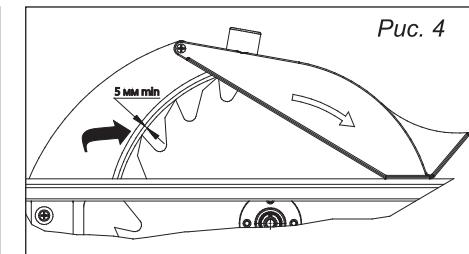

Рис. 4
- Выставить зазор между расклинивающим ножом и зубьями пильного диска. Зазор должен быть не более 5 мм. (рис. 4) (для установки зазора перемещайте расклинивающий нож по наклонному пазу);
- Установить защитный кожух на расклинивающий нож (рис. 4);